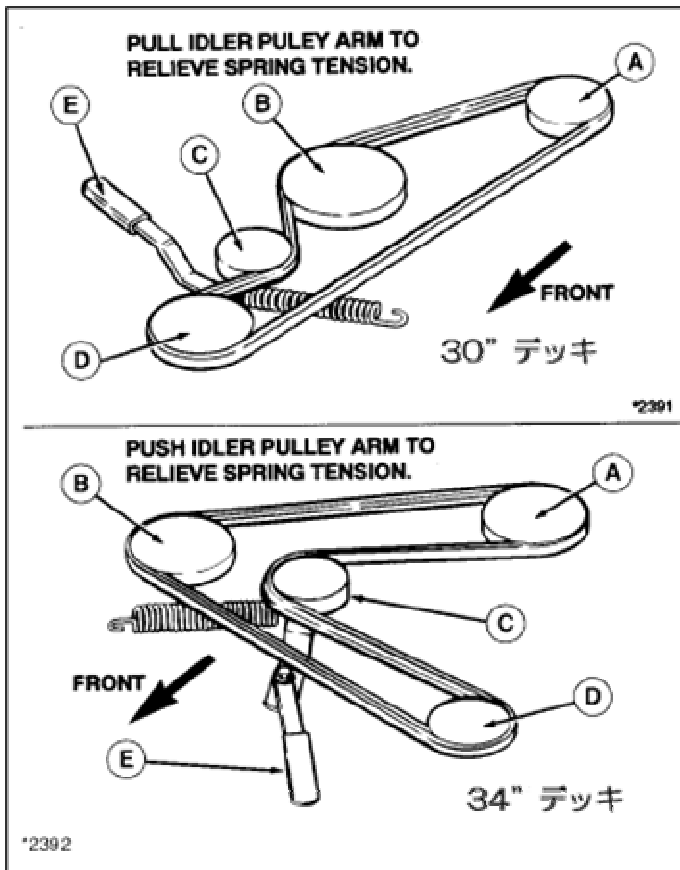
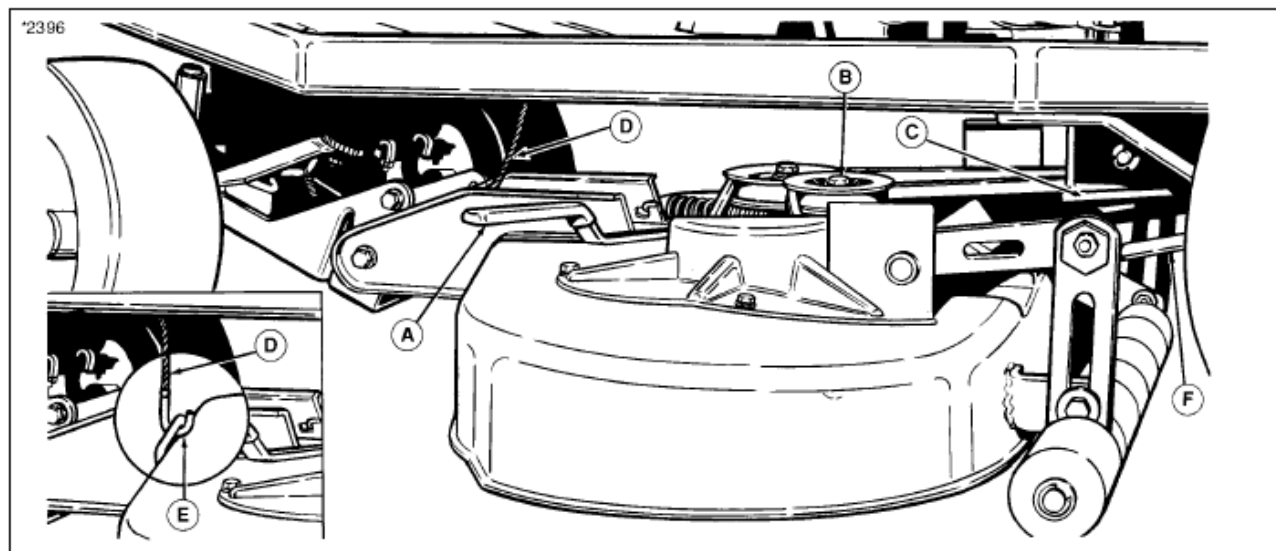

図6 モアベルトのルート
図7 モアデッキの取り外し/取り付け (図は 34" デッキ)
1. 燃料キャップを外してください(図6のB)
注意：モアデッキの取り付け・取り外しは、コンクリート等硬い水平な場所で行なって下さい。より簡単にデッキの取り外し・取り付けをする為には、スプリングクリップとクレビスピンを抜いて後部吊り上げアーム（図7のF）を取り外しておくとも簡単に行なえます。
2. 34"デッキの場合、ベルトテンションを緩める為のアイドラプーリーアーム（図7のA）は左側にあります。
3. ベルトテンションを緩めて、アイドラプーリー（図7のB）とPTOプーリー（C）からベルトを外します。ベルトを外すと、フロントヒッチASSYも緩まります。
4. リフトレバーを下げ、Dial-A-Cut を一番刈高が低い位置にし、リフトフック（図7のE）からリフトケーブル（図7のD）を外します。
7. デッキを取り付けるには、逆の手順で行ないます。ベルトをかけるルートを確認して下さい（図6参照）。リフトケーブルがフックに、デッキの後ろ側に向かって掛かっているか確認して下さい（図7参照）。また、後部吊り上げアーム（図7のF）が、後部トーションバーにのっているか確認して下さい。